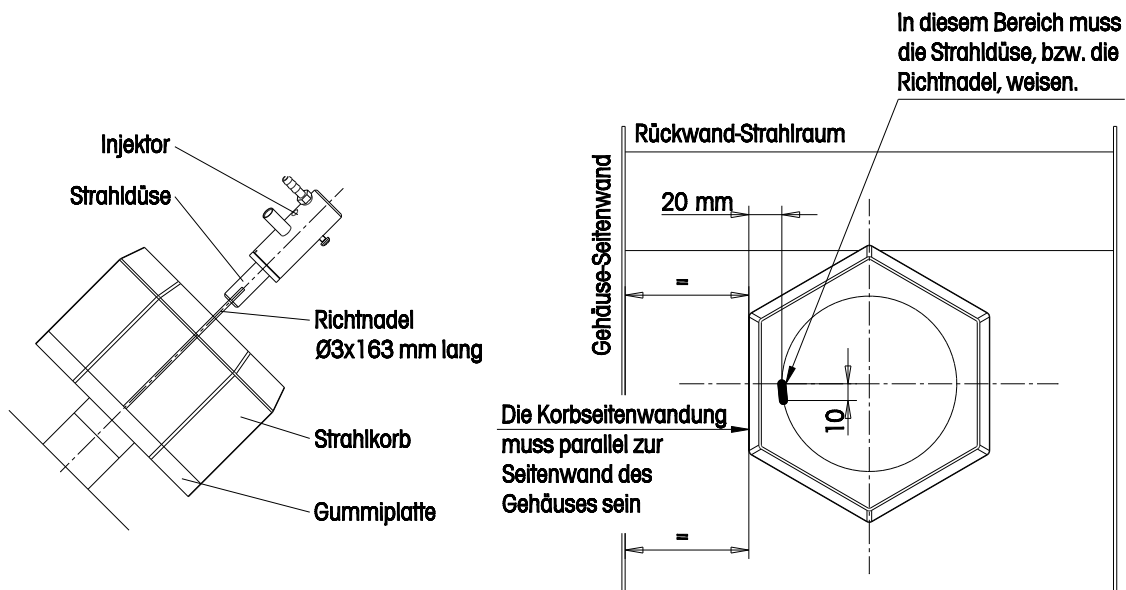

Abb. 7: Einstellung der Strahldüse
Bei erneutem Einbau des Injektors (20) für automatisches Abstrahlen unbedingt den Injektor samt Strahldüse mittels der Richtnadel (75) ausrichten. Die Richtungskorrektur der Düse wird an den zwei Schrauben (15) vorgenommen. Siehe Abb. 2 Seite 5 und Abb. 7 Seite 13.